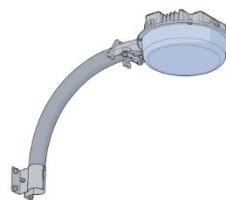

Figure 4
7. Installez le bras sur la surface souhaitée. (Figure 4)